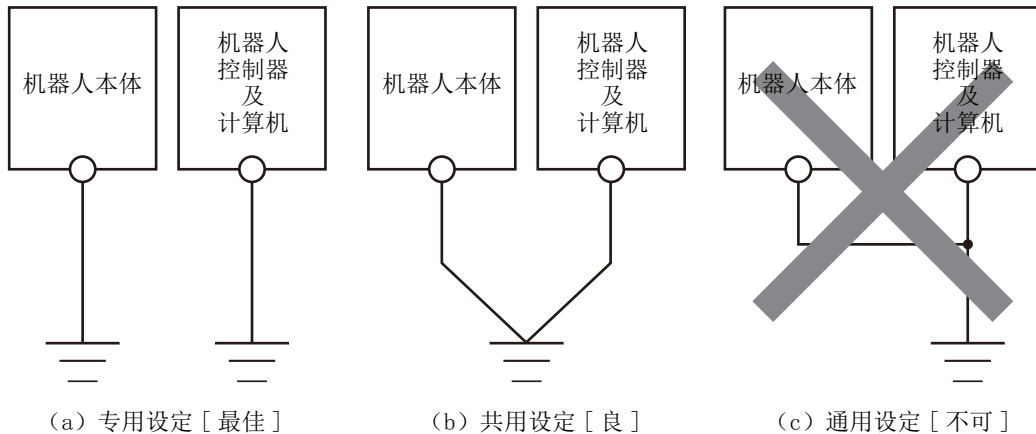

图 2-8: 接地方式
- 1) 接地方式有如图 2-8 所示的 3 种方法，机器人本体及机器人控制器应尽量采用专用接地（图 2-8 的 (a)）。（关于机器人控制器的接地，请参阅“另一手册：使用说明书 / 从控制器安装及基本操作到维护”。）